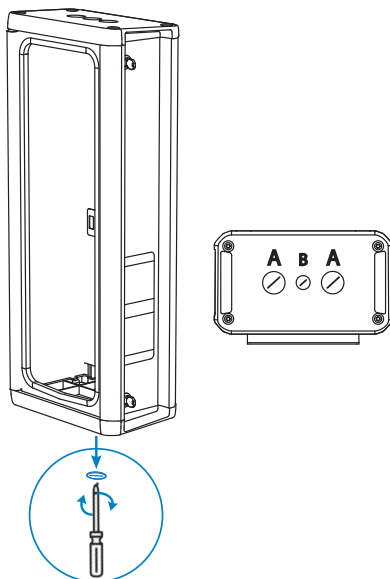

Figura 12: Conexiones punto 1.
1.- Retire uno o dos de los enchufes inferiores que se adapten a su conexión eléctrica (A o B)⁽³⁾, **Figura 12**.